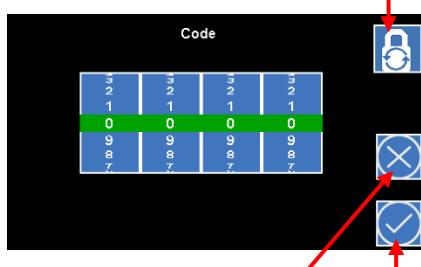
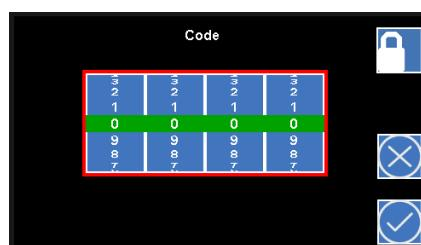

Figura 20
Figura 21
1. Pulse el ícono **Contraseña** (1) en el menú **Valores medidos**.
2. Ajuste el código mediante los diales (véase la figura 20).
3. Haga clic en el ícono **Aplicar** (2).
- Si el código es incorrecto, aparece un borde rojo alrededor de los diales mientras se mantenga pulsada la marca (véase la figura 21). Al soltar el botón, la ventana de códigos se cierra y el menú **Valores medidos** aparece sin cambios. La pantalla principal permanece bloqueada.
2. Haga clic en el ícono **Cambiar contraseña** (4) (véase la figura 20).